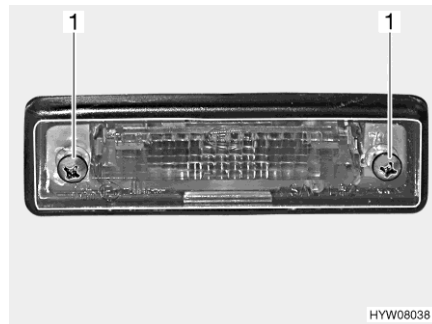

Fig. 226 Luci posteriori (luce targa)
- Svitare due viti degli involucri (Fig. 226,1).